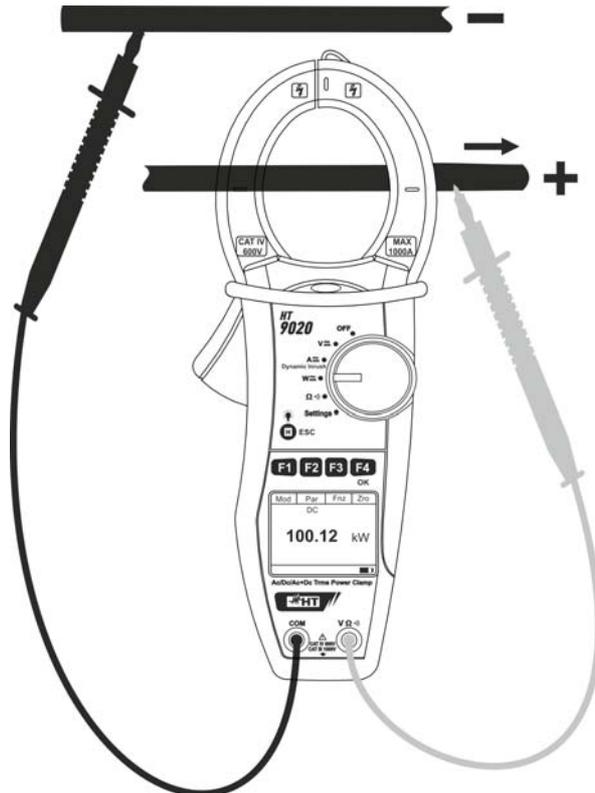

Fig. 11: Misura di potenza/energia DC
5. Inserire il cavo rosso nel terminale di ingresso **VΩ)))** e il cavo nero nel terminale di ingresso **COM**. Posizionare il puntale rosso su polo "+" e il puntale nero sul polo "-" e inserire il cavo "+" all'interno del toroide rispettando la direzione della corrente indicata dalla freccia (vedere Fig. 11). Inserire il cavo all'interno del toroide al centro dello stesso al fine di ottenere misure accurate. Utilizzare le tacche presenti come riferimento (vedere Fig. 2)
6. Il valore della Potenza DC è mostrato a display espresso in kW. Premere il tasto **F2 (Par)**, selezionare con lo stesso tasto l'opzione "**Tens/Corr**" per la lettura dei valori di tensione DC e corrente DC e confermare con **F4 (OK)**. La seguente videata è mostrata a display